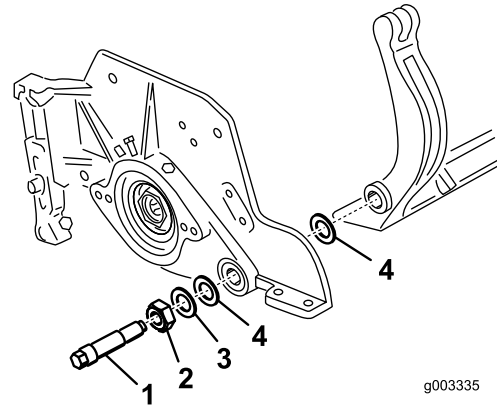
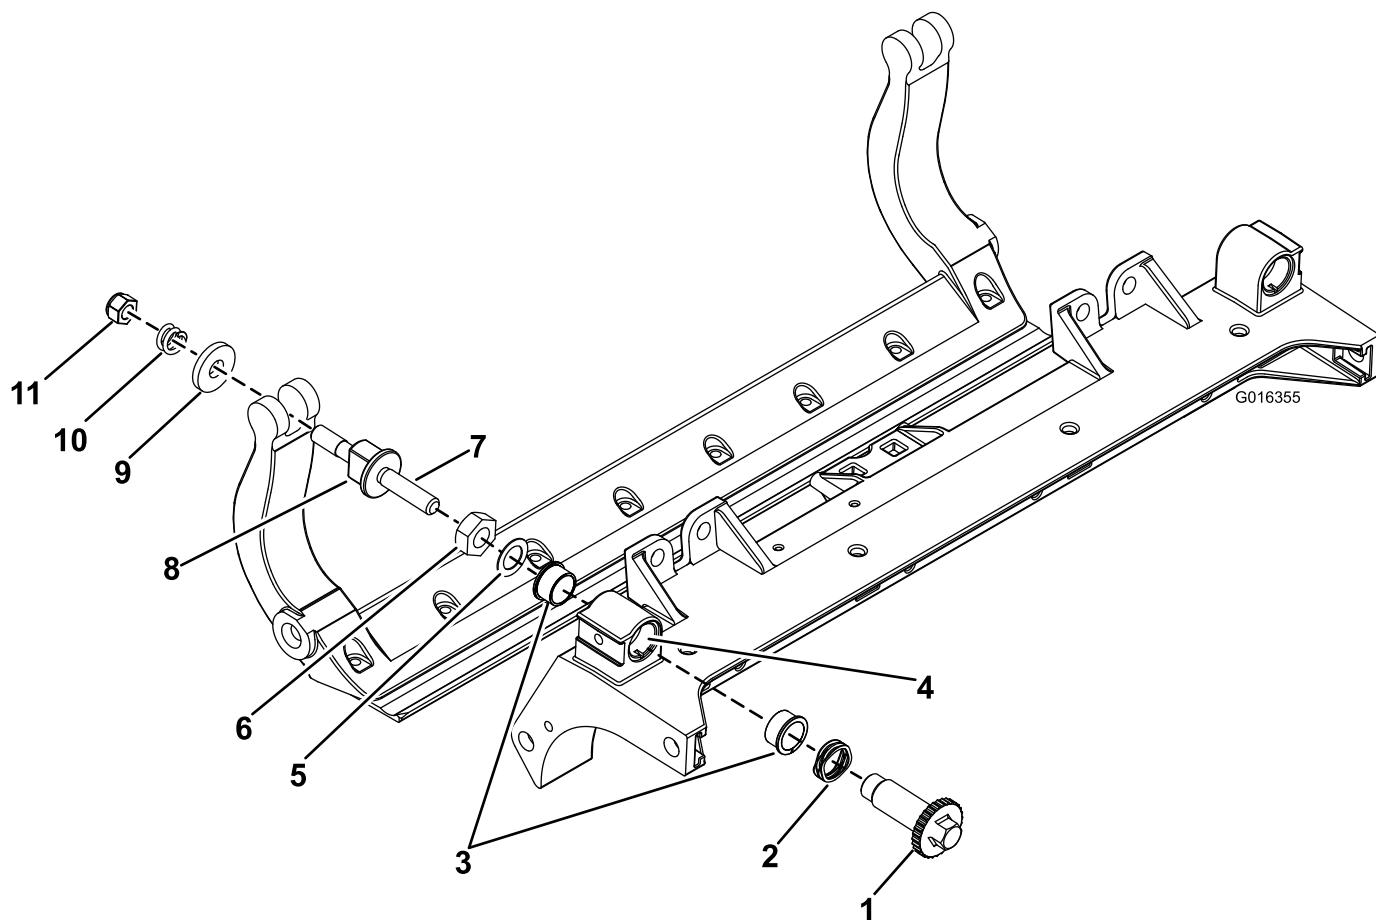

Figura 30
Figura 32
29). Guarde as duas anilhas de nylon e a anilha de aço prensado de cada uma das extremidades da barra de apoio (Figura 30).
- Fixe a barra de apoio a cada um dos lados da placa lateral com as cavilhas (porcas flangeadas nas cavilhas) e com as 6 arruelas. Deve colocar uma anilha de nylon em cada um dos lados da placa lateral. Coloque uma anilha de aço no exterior de cada uma das anilhas de nylon (Figura 30). Aperte os parafusos da barra de apoio a 27-36 N·m.
1. Retire todas as peças (consulte as *Instruções de instalação* do Kit DPA HD Modelo n.º 120-7230 e Figura 32).
2. Aplique Never Seize no interior da área dos casquilhos na estrutura central da unidade de corte (Figura 32).
3. Alinhe as chaves nos casquilhos das flanges com as ranhuras na estrutura e instale os casquilhos (Figura 32).
4. Instale uma anilha ondulada no veio do ajustador e deslize o veio do ajustador para os casquilhos da flange na estrutura da unidade de corte (Figura 32).
5. Prenda o veio ajustador com uma anilha plana e porca de bloqueio (Figura 32). Aperte a porca de bloqueio com 20 a 27 N m.
9. Fixe a barra de apoio a cada um dos lados da placa lateral com as cavilhas (porcas flangeadas nas cavilhas) e com as 6 arruelas. Deve colocar uma anilha de nylon em cada um dos lados da placa lateral. Coloque uma arruela de aço no exterior de cada uma das arruelas de nylon (Figura 32). Aperte os parafusos da barra de apoio a 37-45 N m. Aperte as porcas até que a anilha de aço exterior pare de rodar e a folga seja removida, mas não aperte em demasiado nem desvie as placas laterais. As arruelas podem ter uma folga interna (Figura 30).